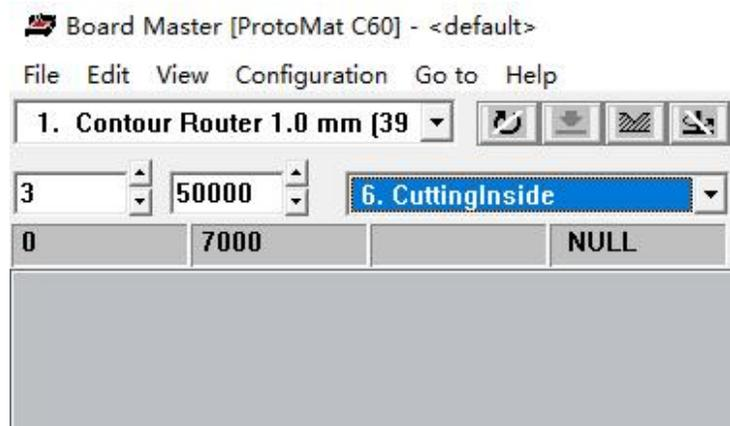
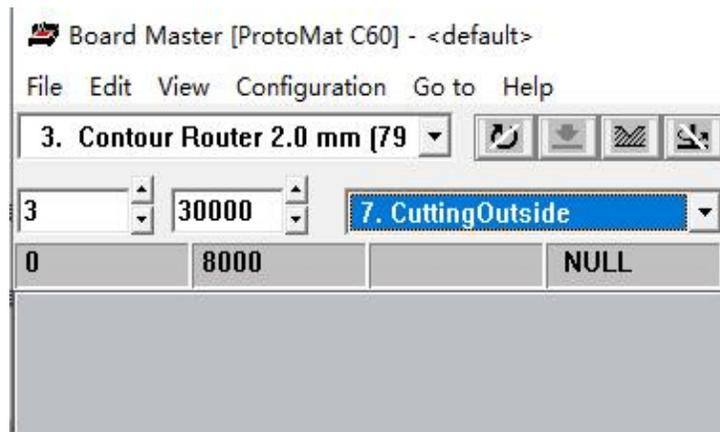

图5-42 刻内槽CuttingInside
图5-43 刻CuttingOutside
- 8) 顶面线路刻完后，刻内槽CuttingInside（图5-42）和CuttingOutside等加工项（图5-43）。